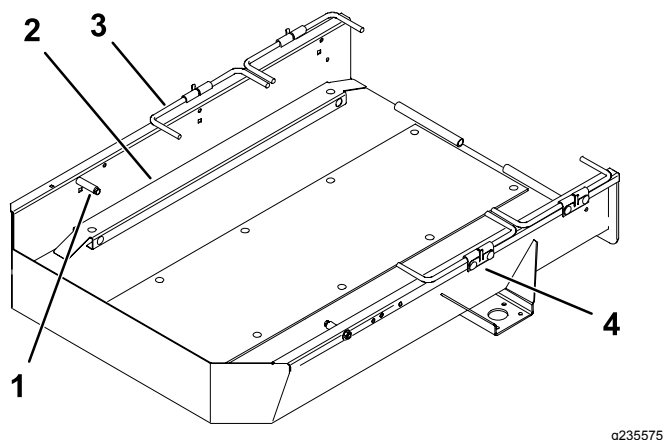

Figura 1
3. Se equipado, retire os fixadores que prendem os insertos padrão à parte inferior da rampa e retire os insertos (Figura 1).
4. Remova os batentes, barras das rodas e suportes do reboque (Figura 1).